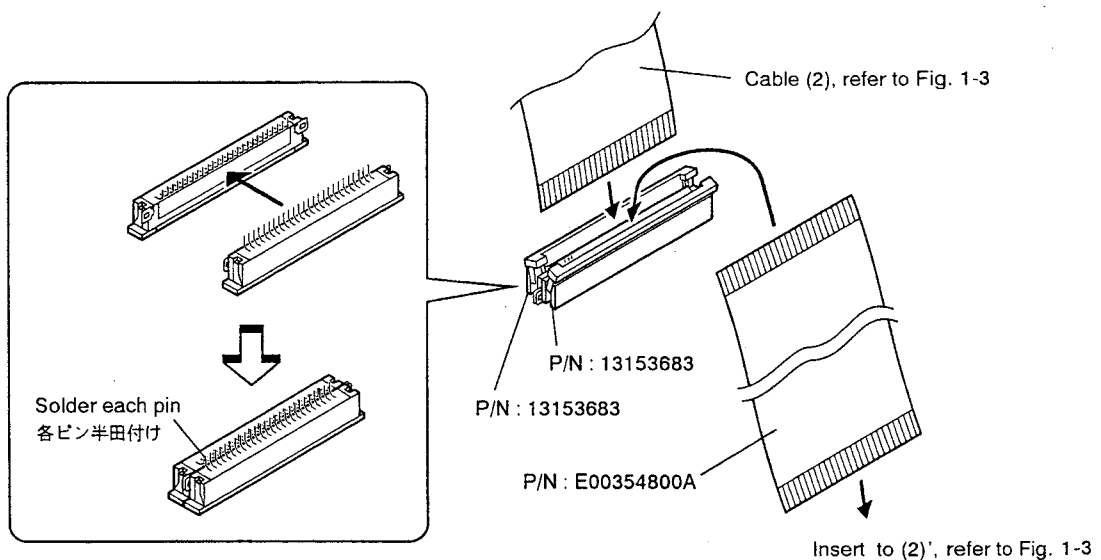

Fig. 1-4
(Refer to Fig. 1-4; It is necessary to solder the pins to the connectors and for the cable be connected.)
- * トップ・パネルを開けた状態で通電チェックをする場合は、ケーブル(2)用延長ケーブル(P/N:13153683 & P/N:E00354800A)を使用してください。(図1-4参照;コネクタの半田付けとケーブルの接続が必要です)尚、ケーブル(1)はリモート・フット・スイッチ用ケーブルのため接続不要です。